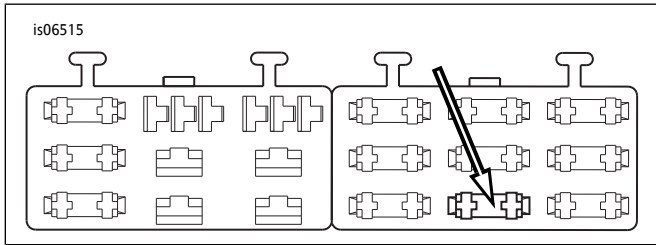

图8. “未使用的”保险丝盒空腔(2004年款及之后的戴纳车型)
4. 参见图8。在右保险丝盒中找到保险丝盒盖上标为“OPEN”(未使用)的保险丝空腔(1)。在橙色/白色适配器电线上插入接线端直至其停止。参照附近的工厂安装接线端进行对比,检查确认朝向和深度是否正确。